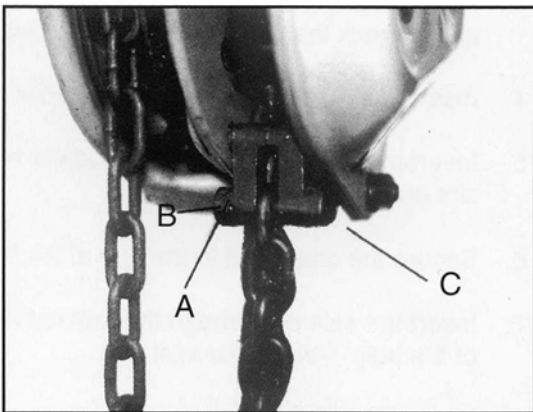

Рис. 11
4. Вытащите шплинт (А, Рис. 11) и стопорный шплинт (В, Рис. 11) из стопорного устройства (С, Рис. 11).
2. Внимите корончатую гайку (С, Рис. 11) с болта.